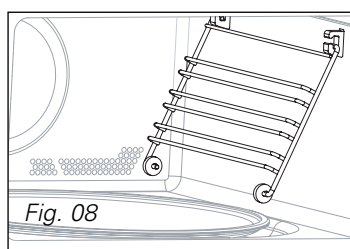

Fig. 08
• **Les grilles latérales (Fig.08)** : 2 étagères munies de crochets permettent d'utiliser les accessoires sur 3 niveaux.